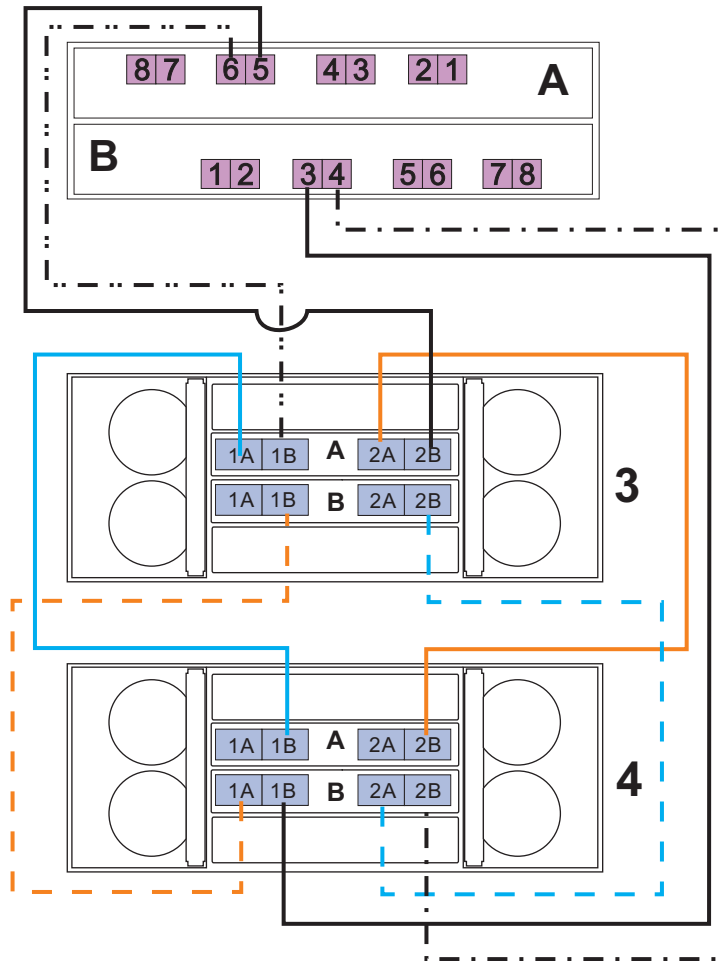

図 78. ドライブ側トランキングを使用した、8 つの EXP5060 のストレージ拡張エンクロージャー 3 および 4 のケーブル接続
- ストレージ拡張エンクロージャー 3 および 4 については、136 ページの図 78 および 137 ページの表 44 を参照してください。